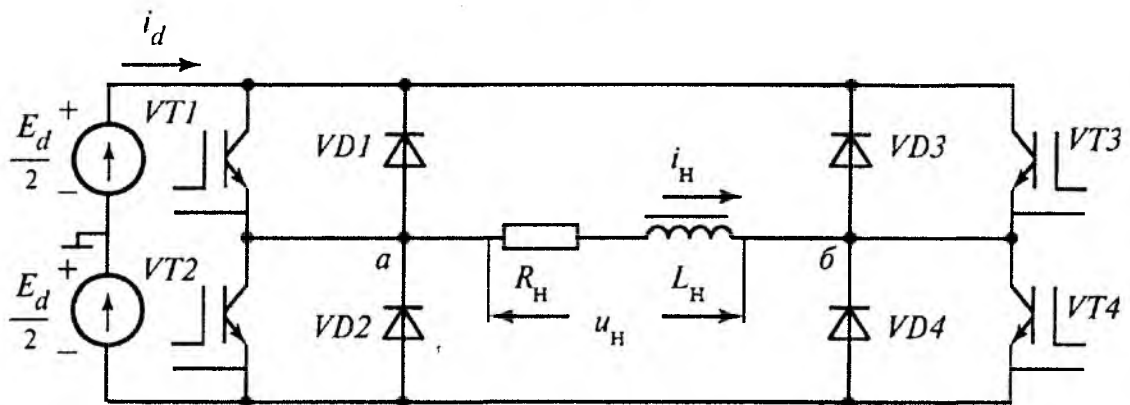

Рис. 3
6. Однофазный АИН собран по схеме рис.3. Регулирование выходного напряжения осуществляется методом ШИР. Определить значение угла регулирования α для уменьшения значения выходного напряжения в 2 раза по сравнению с максимально возможным значением.
7. Однофазный АИН собран по схеме рис.3. Регулирование выходного напряжения осуществляется методом ШИР. Определить значение угла регулирования α для уменьшения значения выходного напряжения в 3 раза по сравнению с максимально возможным значением.